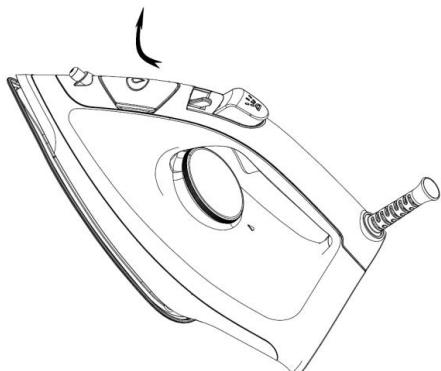
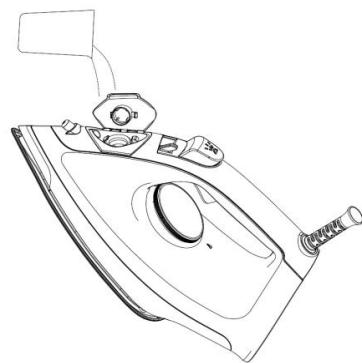

Fig.1
Fig.2
24. Öffnen Sie die Wassereinlassabdeckung (siehe Abb. 1) und neigen Sie das Bügeleisen um 30°. Gießen Sie mit einem Messbecher eine angemessene Menge Wasser in den Wasserbehälter (siehe Abb. 2). Verwenden Sie am besten reines Wasser oder destilliertes Wasser mit weniger Kalkpartikeln und stellen Sie sicher, dass der Wasserstand die auf dem Wasserbehälter markierte maximale Wasserstandslinie nicht überschreitet. Drücken Sie auf die Wassereinlassabdeckung, um sie zu schließen. Wenn die Wassereinlassabdeckung richtig geschlossen ist, ist ein „Klick“-Geräusch zu hören.